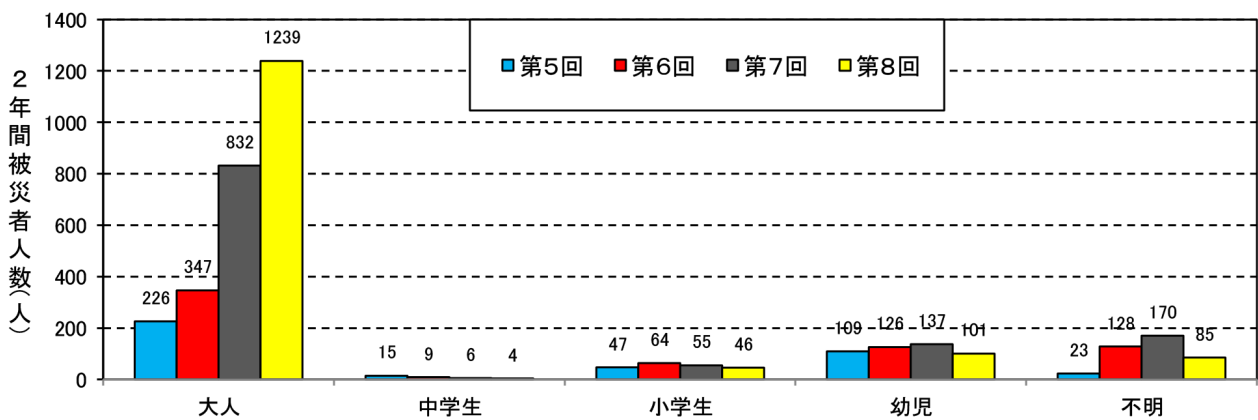
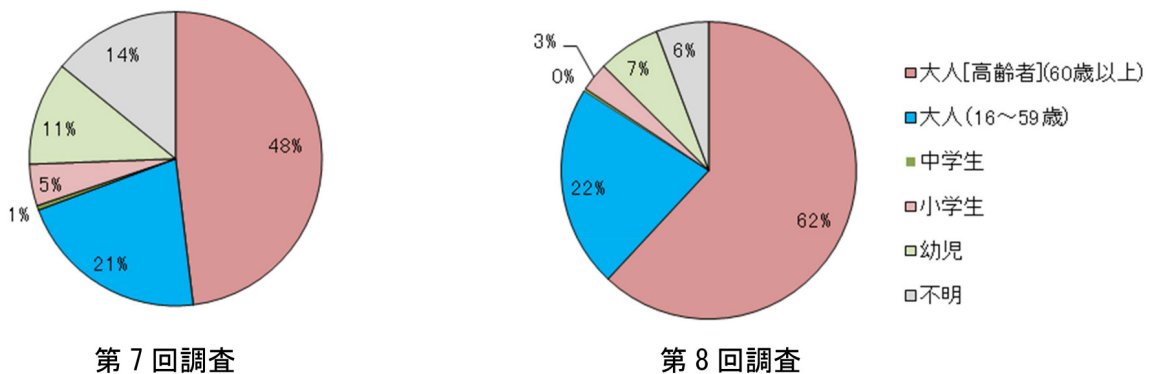

図11 年齢別の2年間被災者数
図12 年齢別の2年間被災者の割合
「年齢別の2年間被災者数」を図11に示す。また、第7回の調査から大人の区分に60歳以上の大人（以下「大人（60歳以上）」という。）の分類を設け、調査結果を「年齢別の2年間被災者の割合」として図12に示す。
被災者層は、エスカレーターをよく利用する大人が大半を占め、第7回の832人と比べ、今回は1,239人と約1.5倍に増加している。図12から大人の年齢層をみると、大人（60歳以上）の被災が62%と半数以上を占めている。
大人 (60歳以上) の被災が図12で全体の62%を占め、顕著に多い傾向があることから、挟まれ、転倒の年齢別に分析した。ただし、年齢不明は除いた。なお、本項では、図5の「乗り口部」、「降り口部」での転倒を「乗降口」での転倒としてまとめた。
- 5) 被災者の年齢別では16歳以上の大人が全体の84%で、そのうち大人（60歳以上）の被災は全体の62%に達した。[図12]